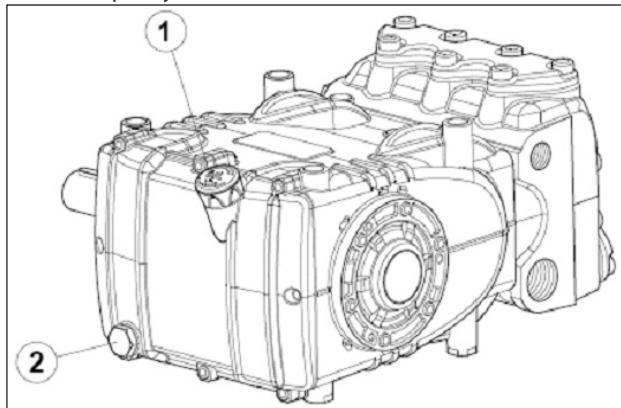

Рис. 1
Перед тем как приступить к ремонту механических компонентов, необходимо удалить масло из картера. Для слива масла выньте маслоизмерительный щуп поз. ①, а затем - пробку поз. ②, Рис. 1.